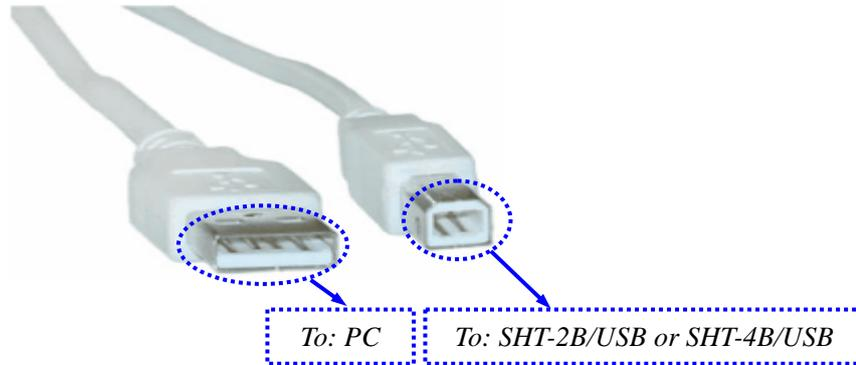

图 2-5 USB 数据线
**第五步：用 USB 数据线将 USB 语音盒和 PC 机连接起来。**如图 2-5 所示